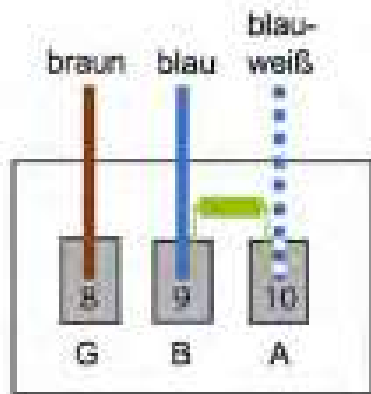

Abb. 10: Installation der Modbusleitung am SDM120
2. Schließen Sie zusätzlich den mitgelieferten Abschlusswiderstand von 120 Ohm an den Klemmen **B** und **A** an (Abbildung 10).